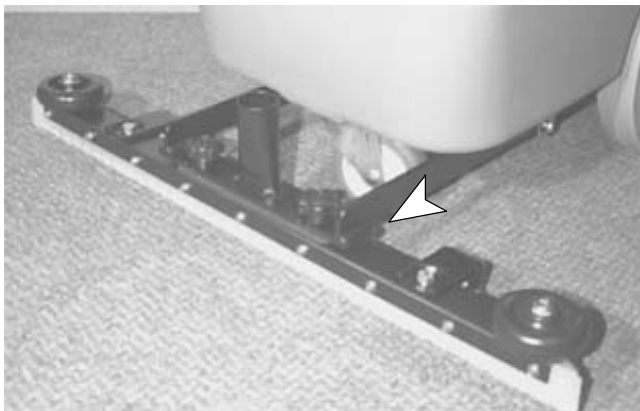

FIG. 5
10. Fixez le bloc de raclage sur le support. Utilisez des vis à oreilles (2) pour la fixation (Figure 5).